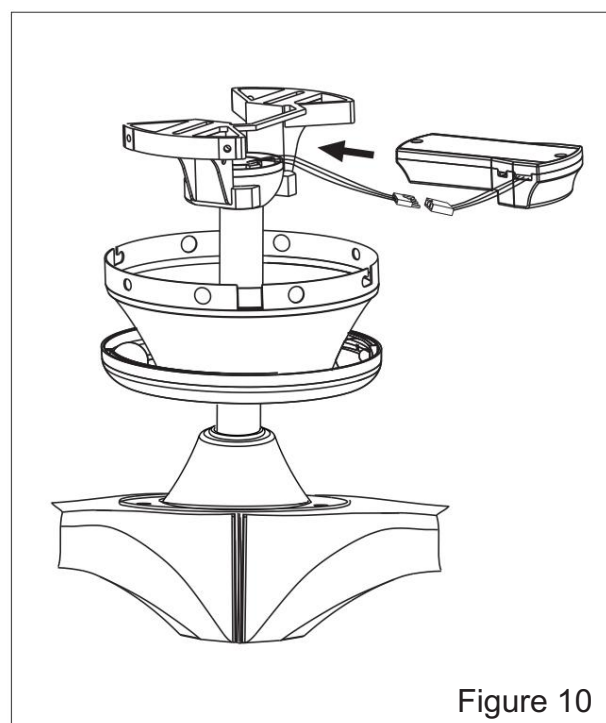

Figure 10
20. Installez le récepteur dans le support de suspension, au-dessus de la boule de suspension. (Figure 10)